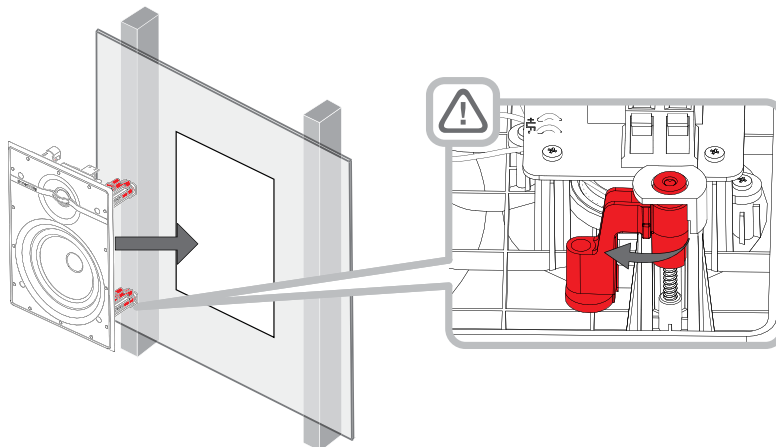

Afbeelding 3
4.3 Verbind nu de luidsprekerkabel met de klemmen aan de zijkant van de baffle. Overtuig u ervan dat de polariteit correct is: de ader die is verbonden met de positieve aansluiting van de versterker dient te worden verbonden met de rode klem op het frame. Op dezelfde wijze wordt de negatieve pool van de versterker verbonden met de zwarte klem op het frame. In afbeelding 3 ziet u de juiste aansluitingen.